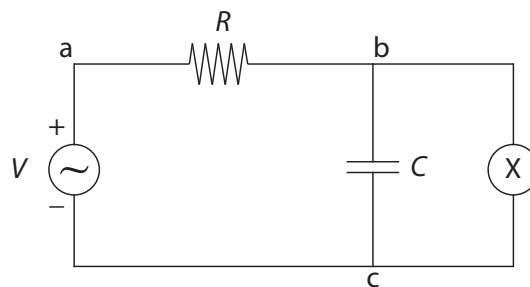

Figura 4.1: Circuito RC.
- a) Arme el circuito de la figura 4.1 con $R = 1\text{ k}\Omega$, $C = 10\,000\text{ pF}$. La “X” en el círculo representa al osciloscopio.